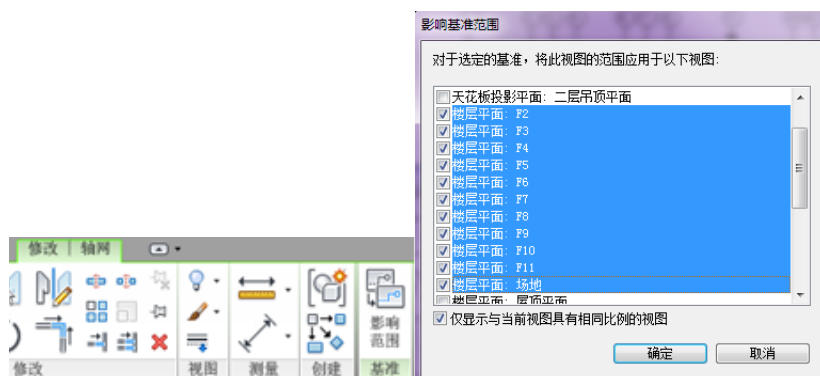

图 1-26
- 13) 打开平面视图 F2 观察，观察该视图发现针对轴线弯头的添加及个别轴头的可见性控制未传递到 F2 视图，回到 F1 视图，框选全部轴线，单击“修改/轴网”上下文选项卡>“基准”面板>“影响范围”工具，在弹出的“影响基准范围”对话框中，鼠标单击选择“楼层平面: F2”，然后按住 Shift 键单击视图名称“楼层平面场地”，所有楼层及场地平面被选择，单击任意被选择的视图名称左侧的矩形选框，将勾选所有被选择的视图，单击“确定”按钮完成应用（如图 1-26 所示）。打开平面视图“F2”，针对轴线弯头的添加及个别轴头的可见性控制已经传递到 F2 视图。